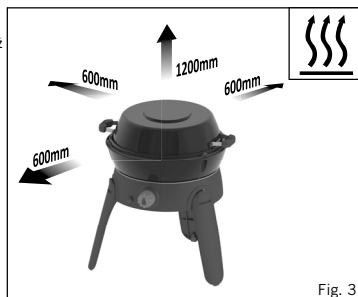

Fig. 3
- Urządzenie należy trzymać z dala od materiałów palnych w trakcie użytkowania. Minimalne bezpieczne odległości to: Nad urządzeniem: 1,2 m. Z tyłu i po bokach: 600 mm. (Patrz rys. 3)